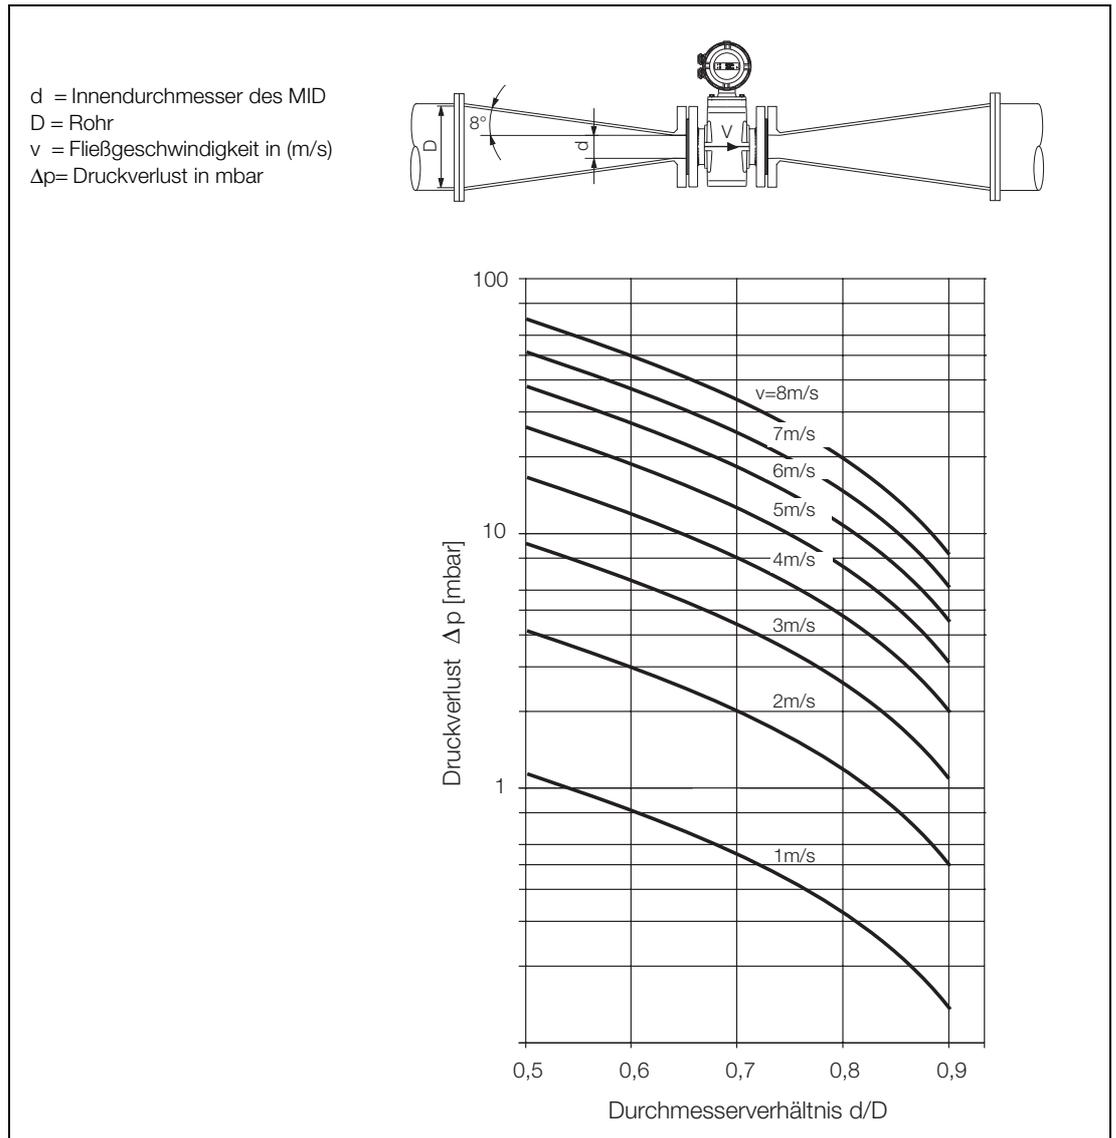

Abb. 14: Nomogramm zur Druckverlust-Berechnung für MID Flanschübergangsstück mit $\alpha/2 = 8^\circ$
Der Durchflussaufnehmer kann ohne weiteres in Rohrleitungen größerer Nennweiten über Reduzierstücke eingebaut werden. Die durch die Reduzierung entstehenden Druckverluste können dem Diagramm Abb. 14 entnommen werden. Bei der Ermittlung des Druckverlustes ist wie folgt vorzugehen:
3. In der Abb. 14 kann der Druckverlust – über die X-Achse "Verhältnis d/D " und der Fließgeschwindigkeit – auf der Y-Achse der Druckverlust abgelesen werden.